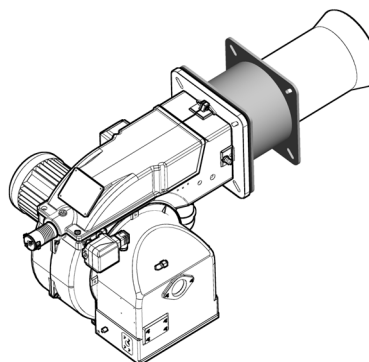

Fig. 5
**ATTENTION :** après avoir monté la rampe de la façon indiquée par le schéma de la Fig. 5, accomplir l'essai d'étanchéité du circuit du gaz, selon les modalités prévues par la réglementation en vigueur.